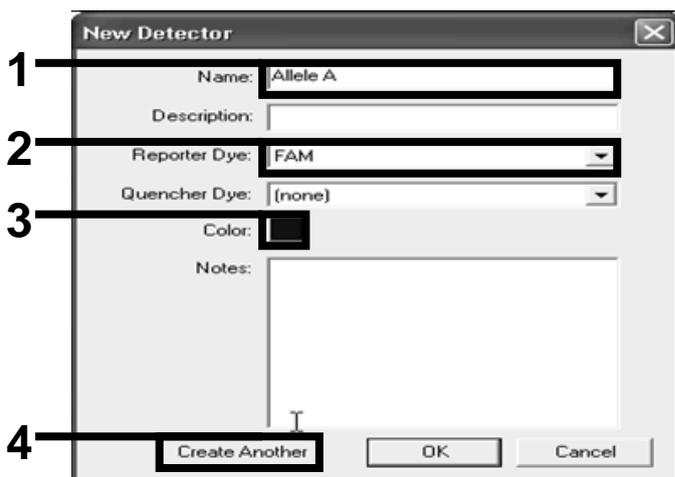

Ilustración 15. Creación de detectores.
16. En el cuadro de diálogo “New Detector” (Nuevo detector), introduzca **Allele A** (alelo A) en el campo “Name” (Nombre) (ilustración 15). Deje la configuración de “Reporter Dye” (Fluoróforo indicador) en “FAM”. Haga clic en el botón “Color” (Color), seleccione un color y, a continuación, pulse “OK” (Aceptar) (ilustración 15). Haga clic en “Create Another” (Crear otro) (ilustración 15).